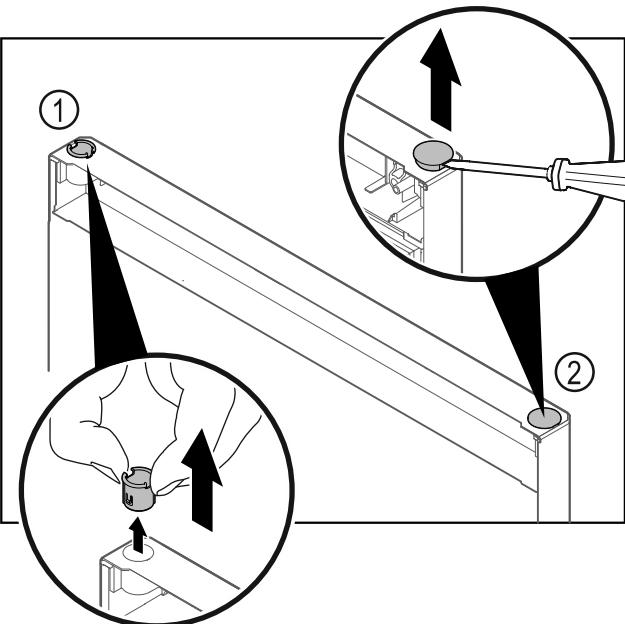

Fig. 22 Vrata hladnjaka
► Izvucite čahuru šarke Fig. 22 (1) prstima.
► Odvijačem s ravnom glavom oprezno podignite čep Fig. 22 (2) i izvadite ga.